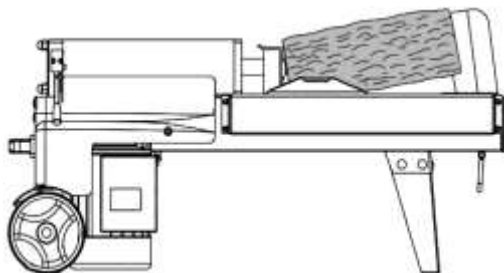

fig. 1
- Fendre seulement avec le haut du coin peut endommager le coin (fig. 1).
5. Desserrez la vis de purge (Q) afin que l'ouverture du boîtier soit dégagée. Ne pas trop ouvrir car la vis peut tomber.
- a. Tirez le levier de commande hydraulique (O) avec votre main gauche.
- b. Appuyez sur l'interrupteur de la boîte (I) à boutons poussoir (L) avec votre main droite.